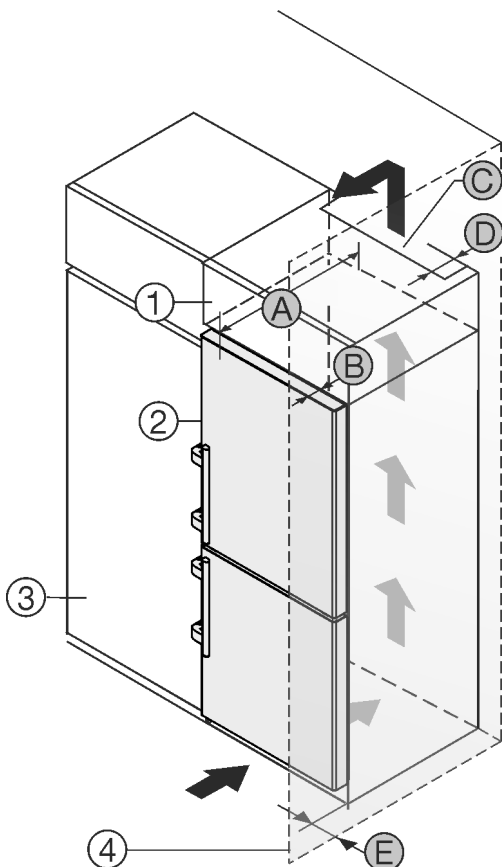

Fig. 50
El aparato se puede rodear de armarios de cocina. Para adaptar el aparato *Fig. 50 (2)* a la altura de la cocina, se puede instalar un armario *Fig. 50 (1)* correspondiente sobre el aparato.
El aparato puede colocarse directamente junto al armario de cocina *Fig. 50 (3)*. Para poder abrir totalmente la puerta, el aparato debe sobresalir sobre la profundidad *Fig. 50 (B)* del frente del armario de cocina. El aparato puede sobresalir más en función de la profundidad de los armarios de cocina y del uso de los distanciadores de pared.
- En la parte trasera del armario superior debe haber una cámara de escape de aire con una profundidad *Fig. 50 (D)* por toda la anchura del armario.
- Bajo el techo de la habitación debe mantenerse la sección transversal de ventilación *Fig. 50 (C)*.
Si el aparato se instala con las bisagras junto a una pared *Fig. 50 (4)*, debe mantenerse la distancia *Fig. 50 (E)* entre el aparato y la pared. Esto equivale al saliente del tirador con la puerta abierta.